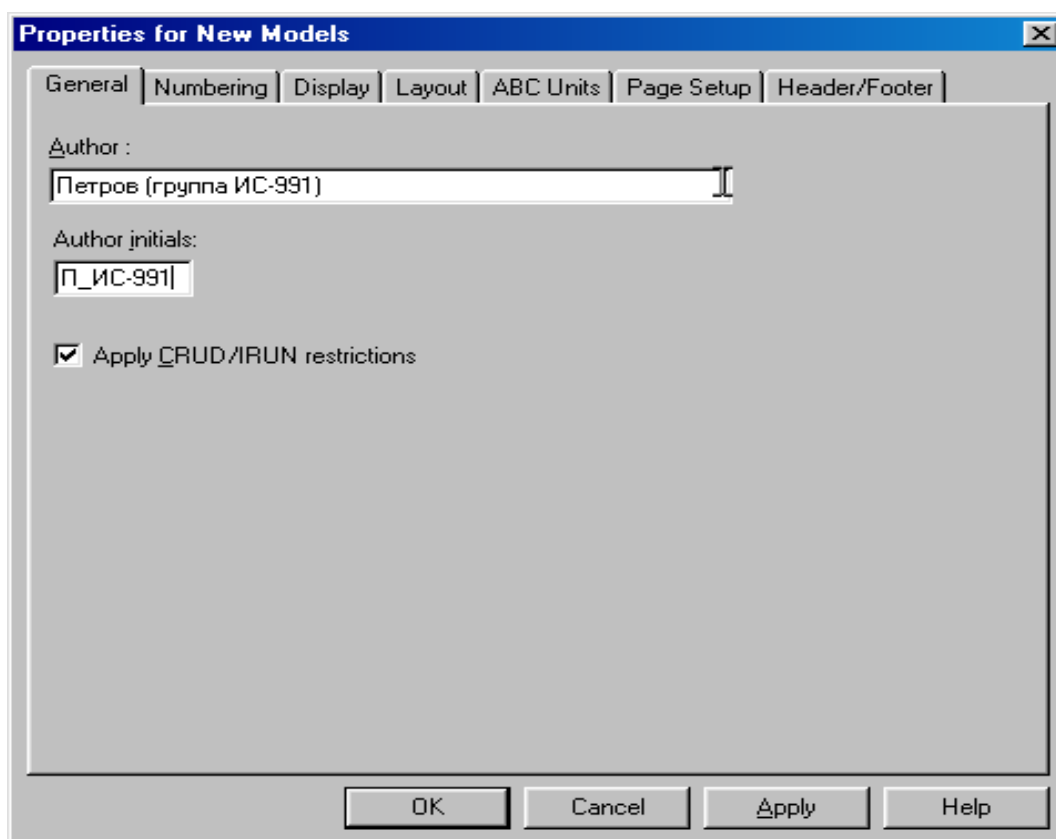

Рисунок 1.5 – Ввод имени автора модели и его инициалов
4. Откроется диалоговое окно **Properties for New Models** (Свойства новой модели) (рисунок 1.5).